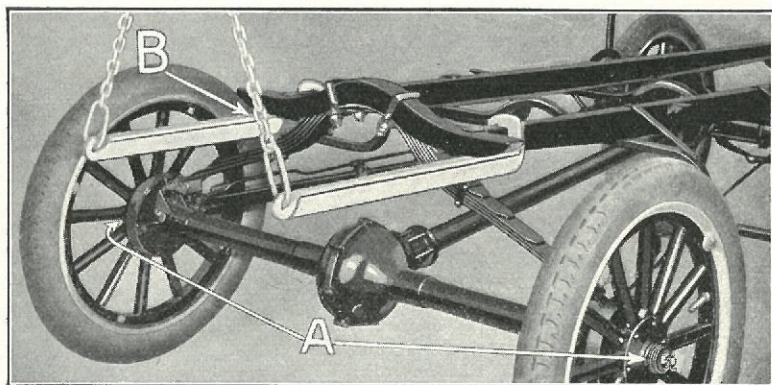

Fig. 53
- (a) Skru Navkapslerne og Møtrikkerne af (Fig. 53-A).